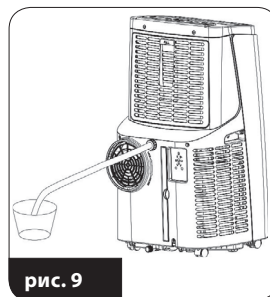

рис. 9
- открутите крышку и удалите пробку (8)
- другой конец дренажной трубки подключите к дренажной системе или сосуду (рис. 9)